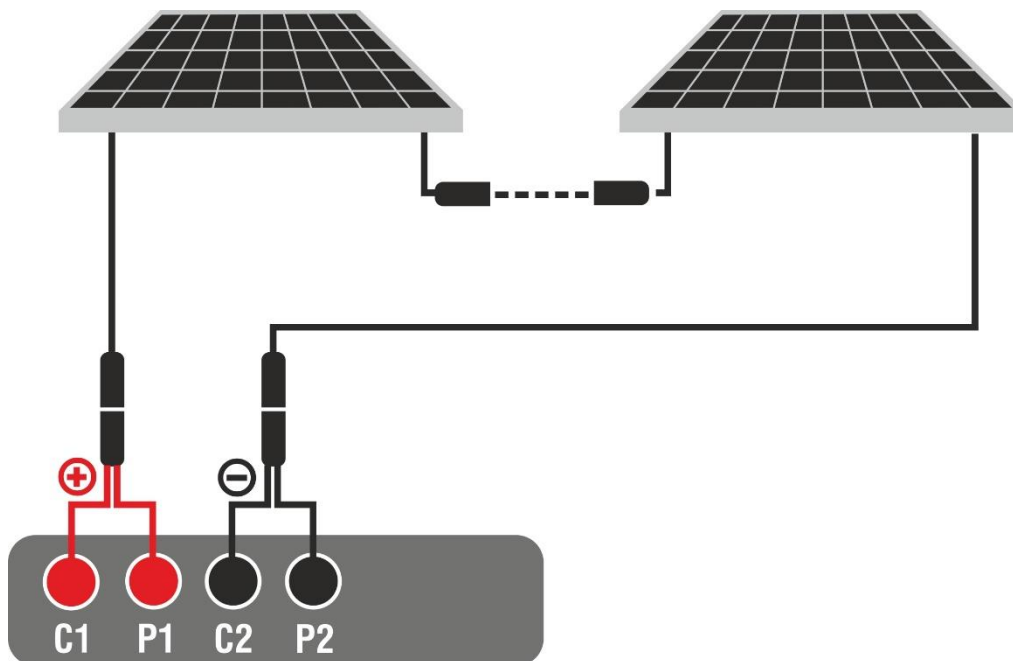

Fig. 13: Connexion de l'instrument dans la fonction DMM
2. Connecter l'instrument à la chaîne PV testée comme indiqué dans la suivante Fig. 13